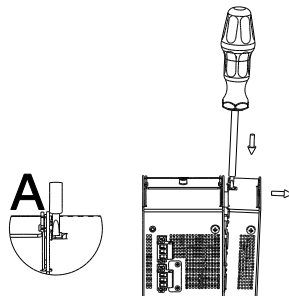

Abb. 5
- Drücken Sie fest auf die Verriegelungsmechanik und hebeln Sie vorsichtig die Erweiterung vom Gehäuse ab (s. Abb. 5)